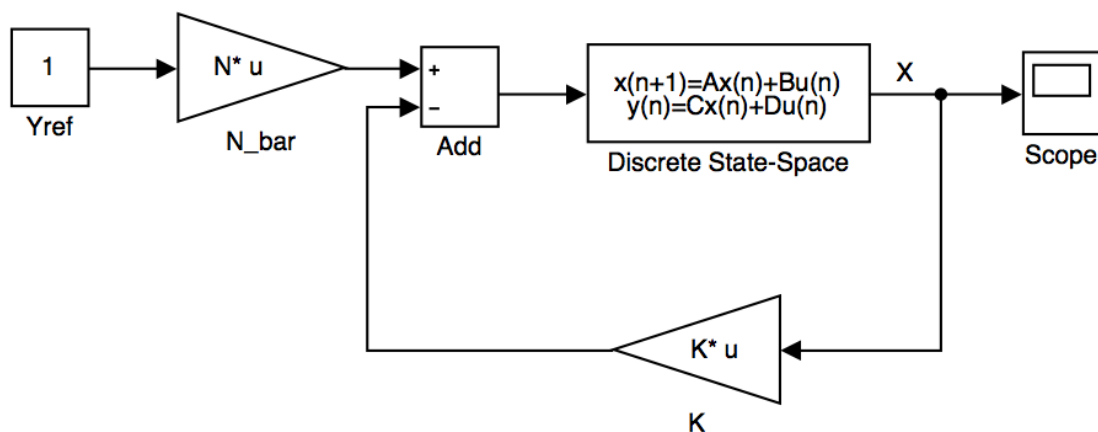

FIGURE 7 – Structure complète d'une commande par retour d'état
Souvent, en plus de stabiliser le système, on veut pouvoir imposer son régime permanent. En particulier asservir la sortie du système  $Y$  à une consigne de référence  $Y_{ref}$ . On introduit donc une référence dans le schéma de commande et un gain de préfiltre  $\bar{N}$  qui assure un gain statique de 1 entre  $Y$  et  $Y_{ref}$  en régime permanent (figure 7).
2. Le schéma de régulation figure 7 est décrit par la représentation d'état suivante :